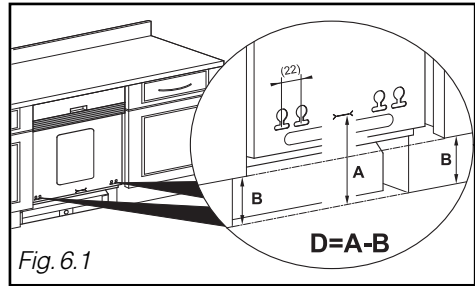

Fig. 6.1
- Medir a distância entre o solo e a parte inferior do painel da porta do móvel adjacente (cota **B**, Fig. 6.1)
- Retomar a cota **B** da Fig. 6.1, medir a folga **J** entre o solo e a parte inferior da máquina de lavar louça. Calcular **B - J**